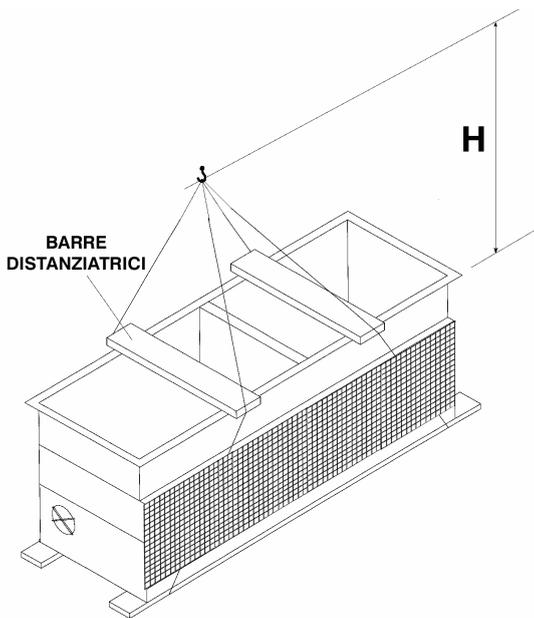

Figura 4 – Metodo corretto per sollevamenti prolungati
Il metodo consigliato per i sollevamenti prolungati consiste nell'uso di imbracature di sicurezza da posizionare sotto l'unità, come indicato nella Figura 4. Prevedere sempre delle barre distanziatrici tra le funi di sollevamento sulla parte superiore della sezione, per evitare possibili danni alle flange. Le imbracature e le barre distanziatrici devono essere rimosse prima del posizionamento finale dell'unità. Il gancio della gru deve trovarsi ad una certa altezza rispetto alla parte superiore della sezione, per evitare un'eccessiva tensione dei golfari di sollevamento. Verificare l'altezza minima da rispettare nella Tabella 1.
**Nota: i golfari a "U" o altri punti di sollevamento devono essere utilizzati solo per il posizionamento finale, quando non vi sono situazioni di pericolo. Nel caso di sollevamenti prolungati, occorre prevedere delle imbracature di sicurezza sotto la sezione e delle barre distanziatrici sulla parte superiore, come indicato nella Figura 4.**